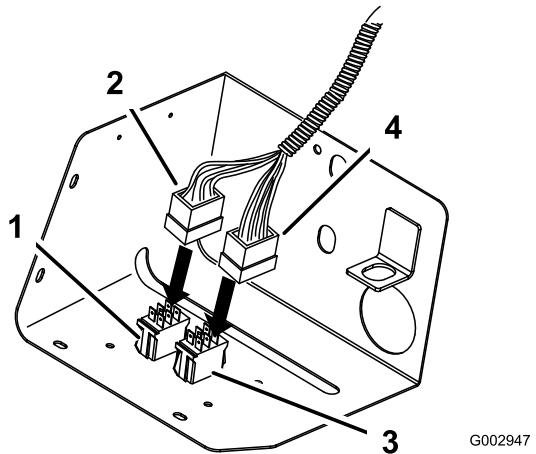

Figura 29
14. Collegate il connettore con i cavi prevalentemente verdi e gialli all'interruttore di selezione dello sprayer (commutatore a ginocchiera) (Figura 29).
15. Collegate il connettore con i cavi multicolore all'interruttore di comando del volume (interruttore momentaneo) (Figura 29).